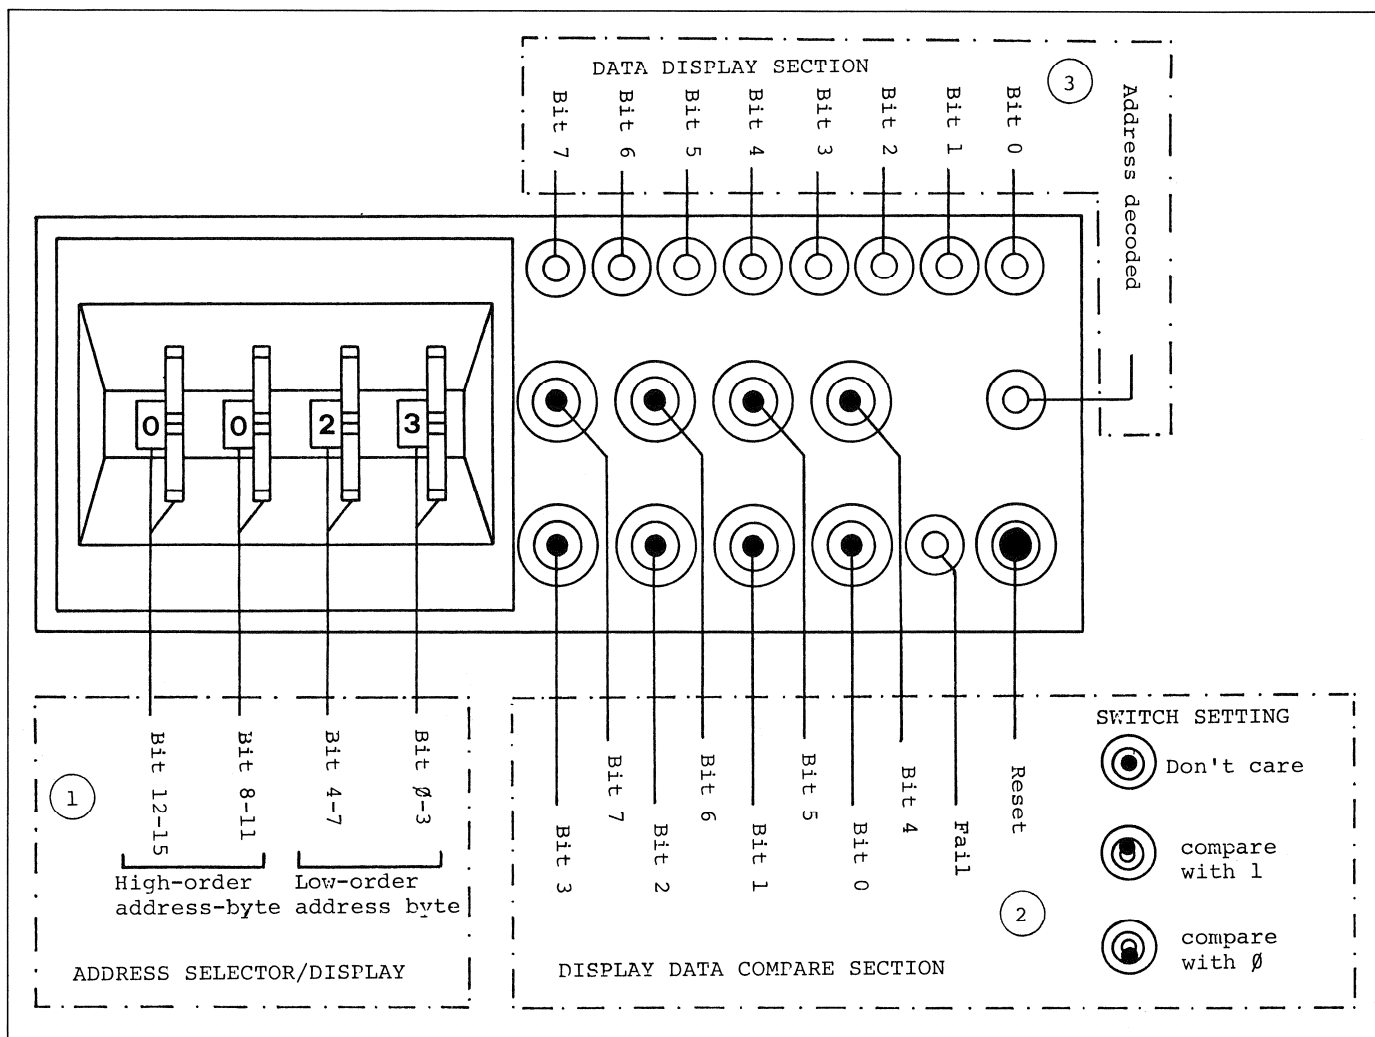

Fig. 10.4
5. Alle Datenvergleichsschalter in die Mittelstellung setzen (Don't care) und "RESET" Taste drücken (siehe Fig. 10.4).
5. Put all data compare switches in their central position ("don't care") and then press the "RESET" button (see fig. 10.4).